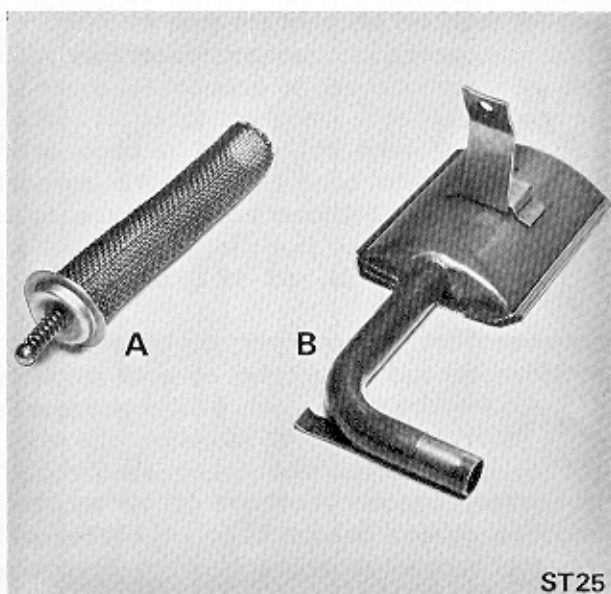

Fig. 7 Oil Strainers
**WIRE GAUZE STRAINERS (Fig. 7)**